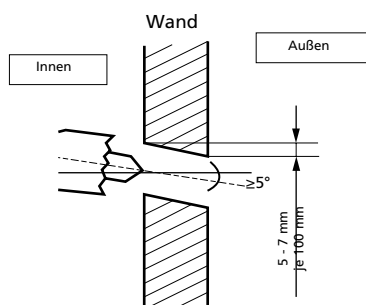

Abbildung 10
- a. Bestimmen Sie die Position der Bohrlöcher gemäß dem Diagramm in Abb. 9. Bohren Sie ein (1) Loch, das nach außen hin leicht nach unten geneigt ist. Hierdurch wird das Eindringen von Wasser verhindert (Abb. 10).